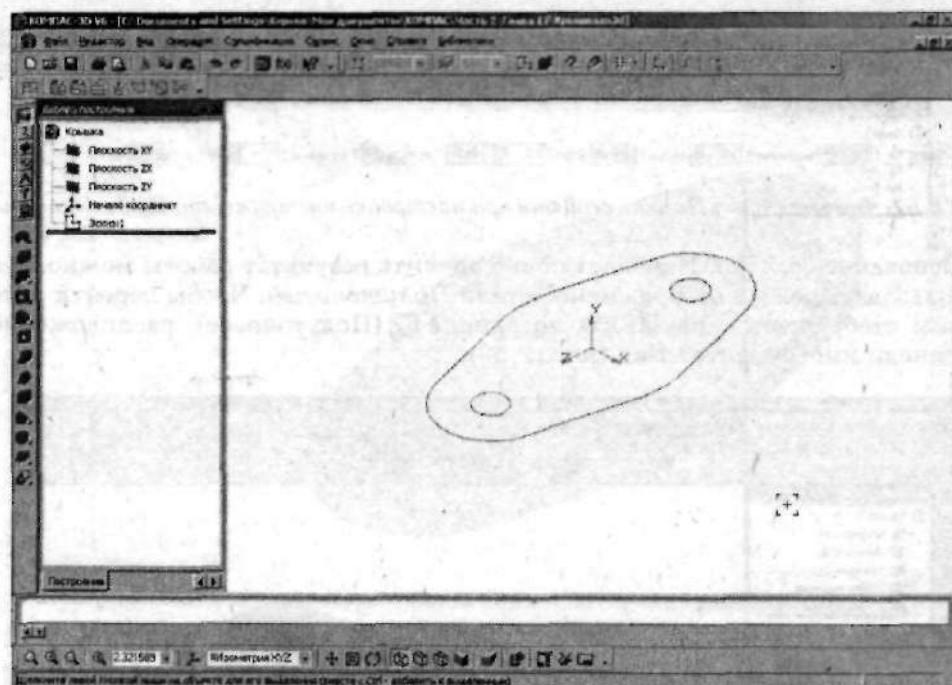

Рис. 2.60. Измените ориентацию модели на #Изометрия XYZ
22. На панели инструментов Вид из выпадающего меню Текущая ориентация выберите #Изометрия XYZ, поскольку данный тип ориентации модели позволяет наиболее наглядно работать с инструментами трехмерного моделирования (рис. 2.60).